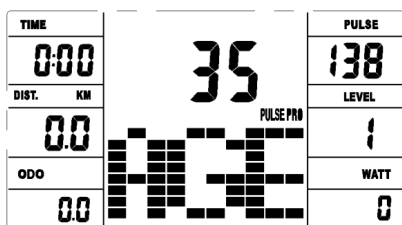

Рисунок 18
- B. Використовуйте кнопки UP/DOWN для налаштування віку користувача (Рис. 18). Натисніть ENTER для підтвердження.